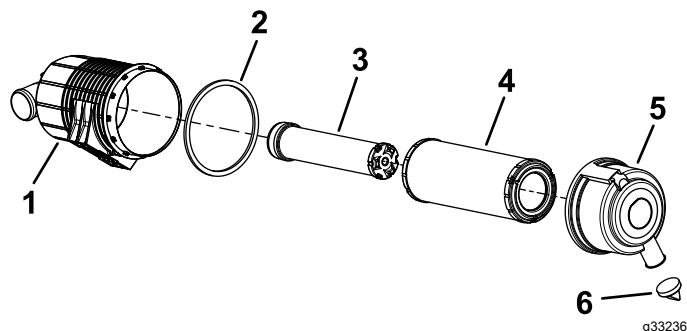

Figure 35
5. Faites l'entretien du filtre à air et de l'élément de sécurité quand le système le demande (Figure 35).